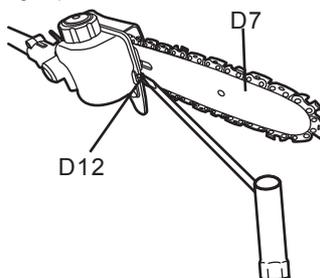

Fig. 9a
- Tourner la vis de tension (D12) dans le sens des aiguilles d'une montre jusqu'à ce que les maillons de la chaîne touchent à peine le bord inférieur du guide-chaîne (D7) (voir Fig. 9a).